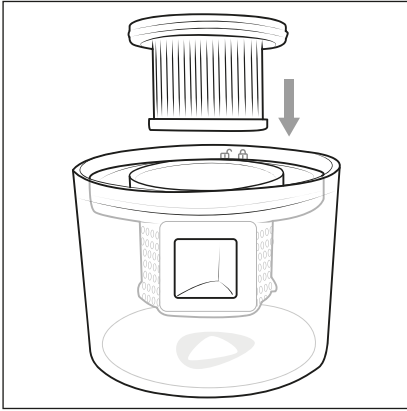

Abb. 8
- 7) Setzen Sie den HEPA-Filter **5** in den Staubfilter **6** (Abb. 8).